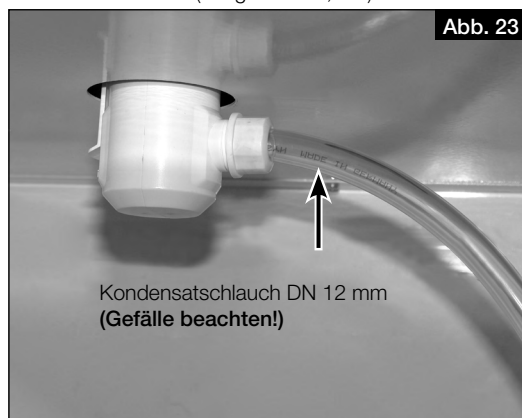

Abb. 23
6. Kondensatschlauch (Länge max. 1,5 m) an das Entwässerungssystem des Gebäudes anschließen (s. Abb. 23).